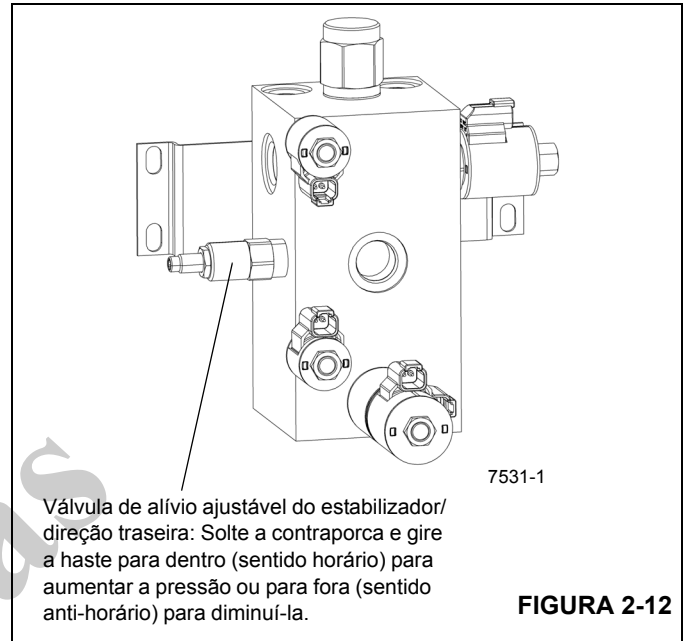

FIGURA 2-12
1. Instale um dispositivo de verificação de pressão de desconexão rápida com indicador no bico de teste no orifício de teste da pressão da válvula do estabilizador/direção traseira Figura 2-12.